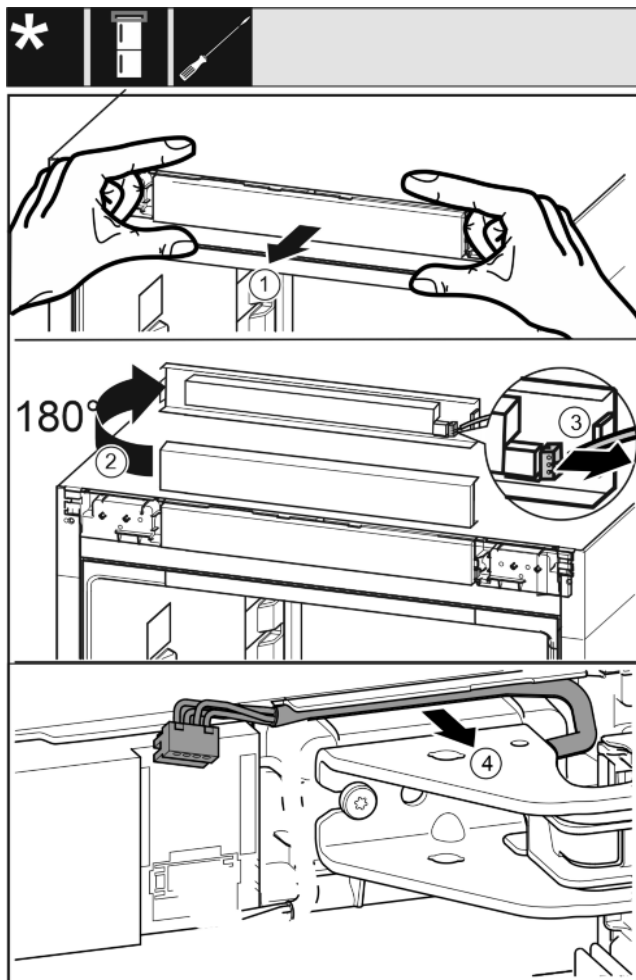

Fig. 15
- ▶ Desfaceți spre înainte cu precauție masca de operare a aparatului. Fig. 15 (1)
- ▶ Rotiți masca de operare în sus cu 180°. Fig. 15 (2)
- ▶ Apăsați ciocul de fixare spre înapoi și extrageți cu precauție fișa. Fig. 15 (3)
- ▶ Desfaceți cu precauție cablul deasupra suportului de lagăr din ghidaj. Fig. 15 (4)